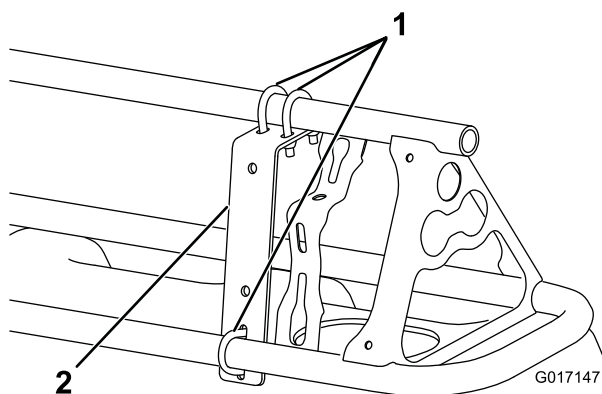
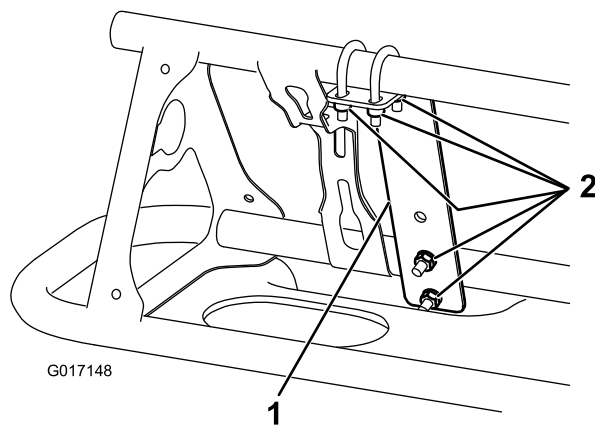

Figure 8
Figure 9
1. Posez un support de fixation sur l'avant de chaque rampe, près de la buse extérieure, au moyen de 3 étriers filetés et 6 contre-écrous (1/4 po) (Figure 8 et Figure 9).